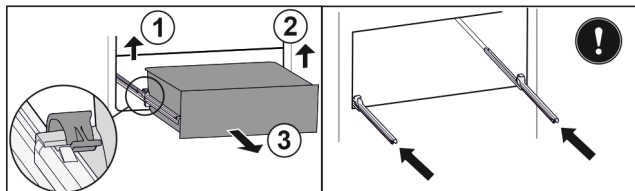

Fig. 224
- ▶ Emelje fel a bal oldali kapcsot, és ezzel egyszerre húzza előre felé a fiók bal oldalát. Fig. 224 (1)
- ▶ Emelje fel a jobb oldali kapcsot, és ezzel egyszerre húzza előre felé a fiók jobb oldalát. Fig. 224 (2)
- ▶ Vegye ki a fiókot előre felé. Fig. 224 (3)